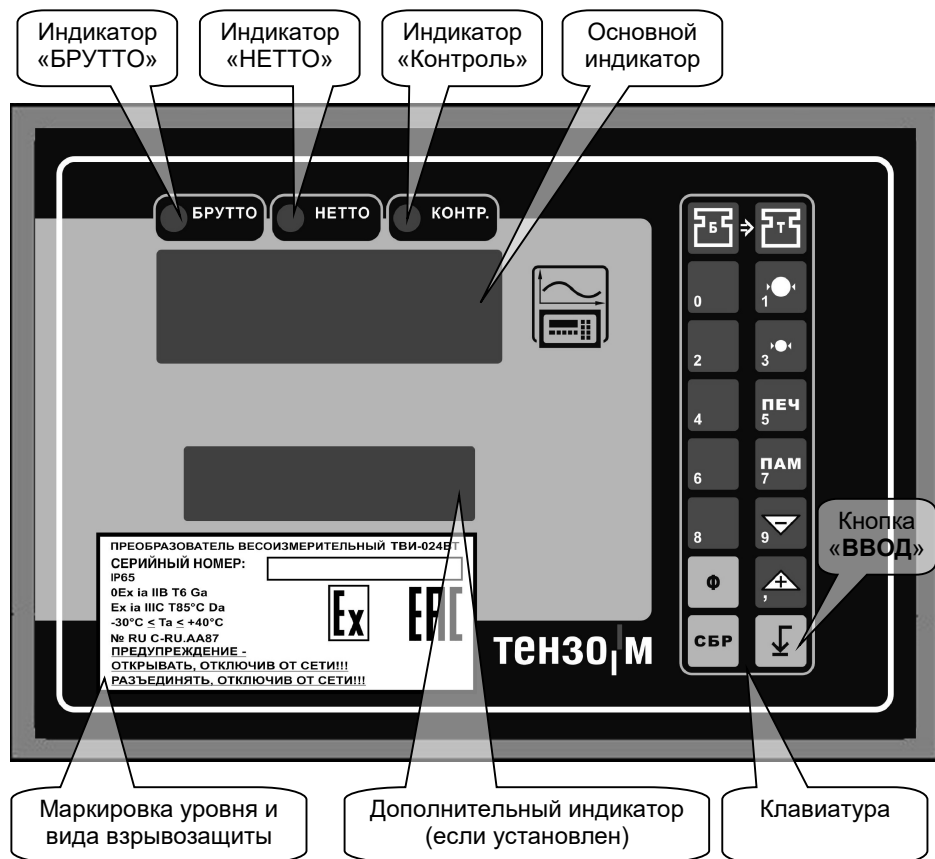

Рис. 8.1. Лицевая панель весового терминала ВТ.
На рис. 8.1 изображена передняя (лицевая) панель весового терминала ВТ.
10.3. Перезапустить ВТ с выполнением тестов и индикацией номера версии программы можно кнопкой , расположенной на клавиатуре ВТ (см. рис. 8.1 на стр. 18 Руководства).
14.2. Если показания веса нестабильны, загорается индикатор «Контроль», см. рис. 8.1 на стр. 18.